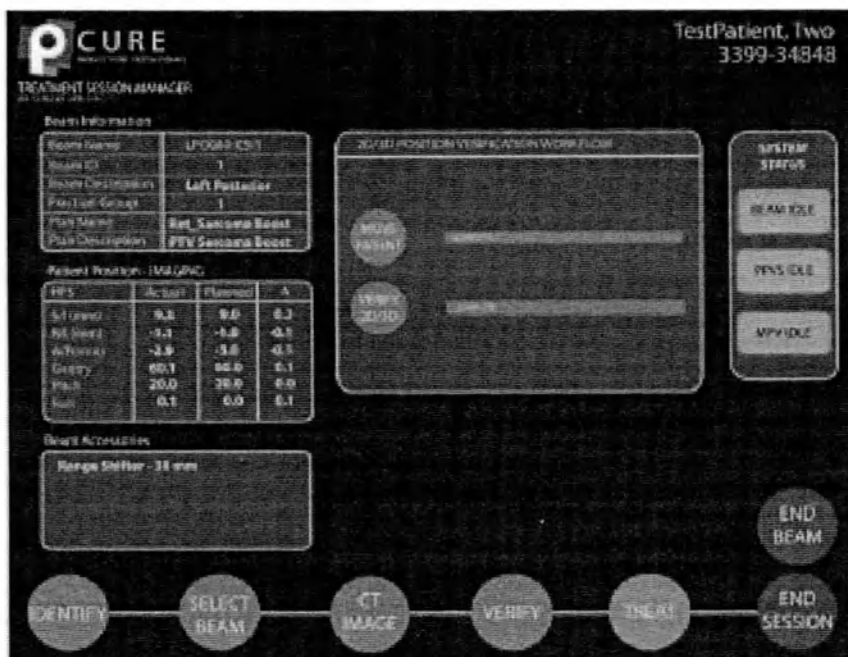

Рисунок 129. TSM — верификация положения
1. Выберите «Verify» («Подтвердить») на рис. 129, чтобы перейти к верификации положения.